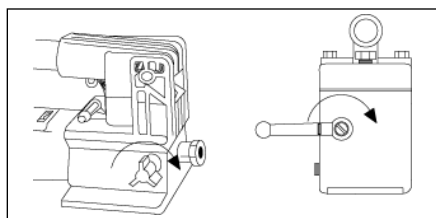

図6
1. 図6に示すように、時計方向に回してリリース弁を閉じます